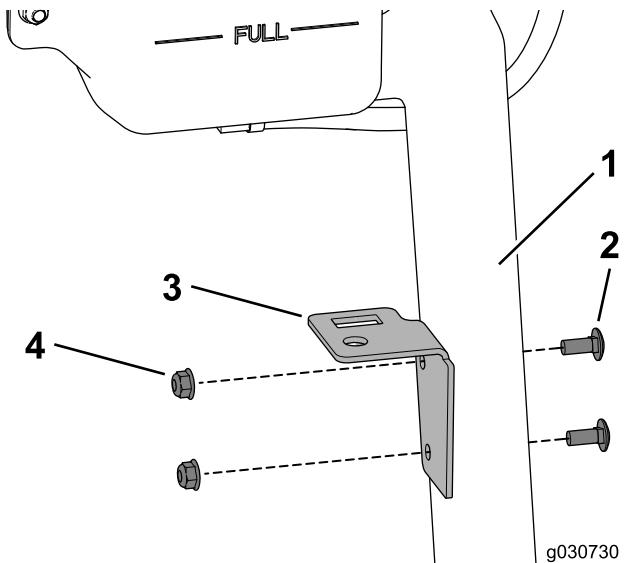

图33
1. 使用 2 个托架螺栓 (5/16 x 3/4 英寸) 和凸缘螺母 (5/16 英寸)，将水箱面板固定到冷却液瓶支架上（图33）。